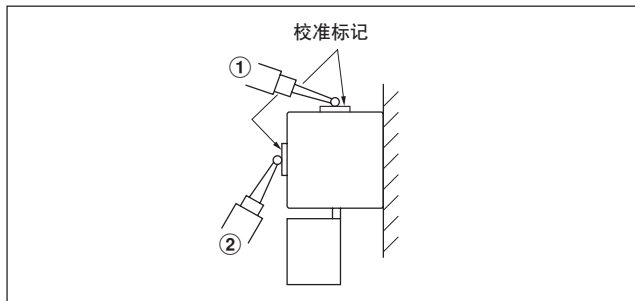

图3-7 测定直线标尺与机械的滑动
(4) 测定直线标尺与机械滑动的平行度
在直线标尺侧面的校准标记位置 (图 3-7 的 ①) 直接放上千分表调节直线标尺对机械滑动的平行度。
(5) 直线标尺安装托架达不到平行度时
请在图3-7中 ② 的位置上放上千分表测量各校准标记，在底脚的下部放入隔板等使平行度达到0.15 mm以内。对附带中间脚板的直线标尺(有效长度为1250至1600 mm)，中间脚板附近位置的平行度也应在 0.15 mm以内。